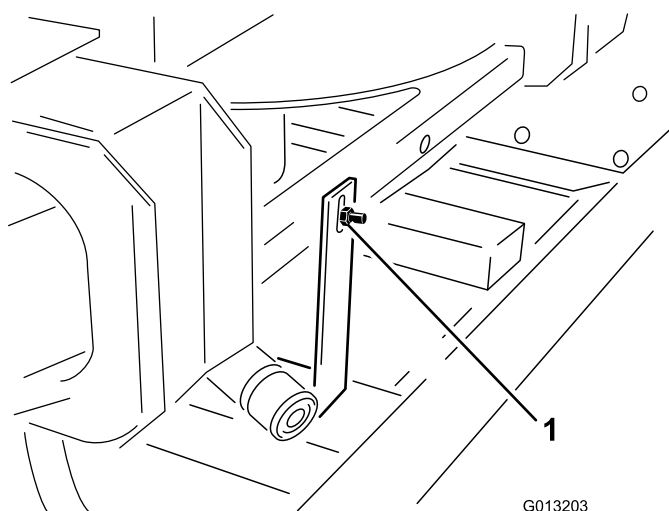

Figure 3
2. À l'arrière du Twin Spinner, retirez le boulon de 1/4 x 3/4" et l'écrou qui fixent le support d'expédition du dispositif de levage du ProPass au Twin Spinner (Figure 3).